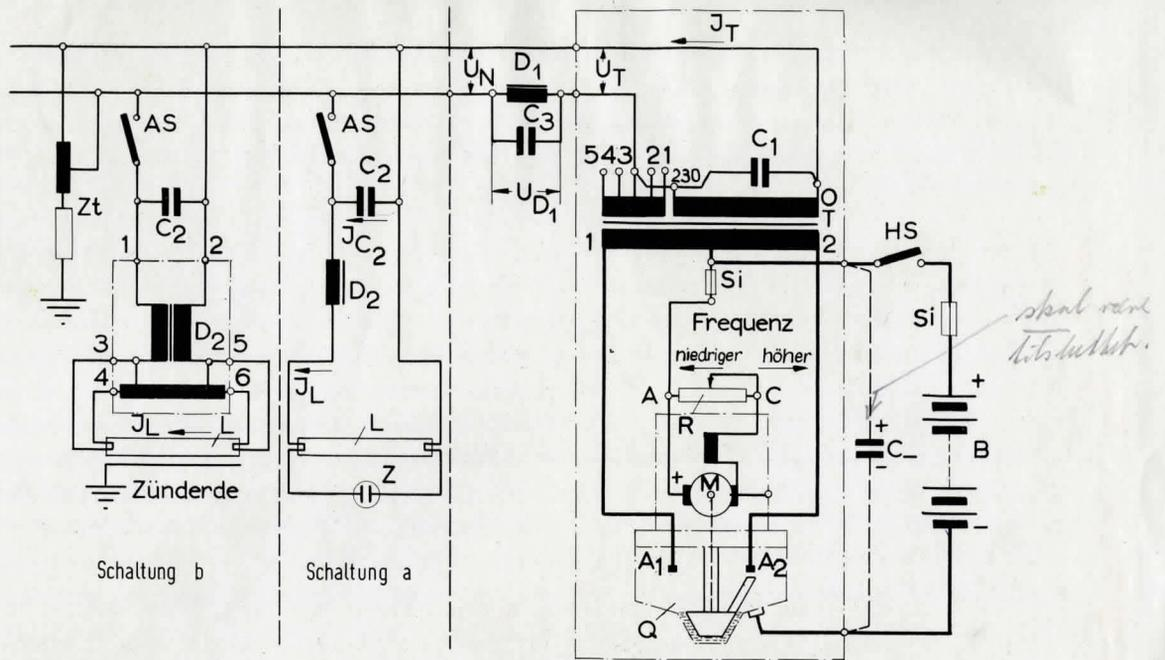

Bild 2, Schaltbild des Turbowechselrichters mit Leuchtstofflampen
a) Schaltung von Leuchtstofflampenanlagen (s. Bild 2)
Der Funkenlöschkondensator C_1 ist (siehe Bild 2) an die Klemmen 0 und 230 an der Ausgangsseite des Transformators angeschlossen und wird fabrikmäßig mit dem Gerät mitgeliefert. Nach einer etwaigen stattgefundenen Überholung des Gerätes darf es nicht ohne diesen Kondensator in Betrieb genommen werden, da andernfalls der Transformator beschädigt wird. Er wird so bestimmt, daß die Gleichstromaufnahme bei Leerlauf ein Minimum erreicht. Er setzt voraus, daß die Lampenschaltung mit dem Siebkondensator C_3 parallel zur Siebdrossel D_1 ausgerüstet ist. Da der Siebkondensator C_3 mit den Kompensationskondensatoren C_2 in Reihe liegt, erhöht bzw. vermindert sich die als Löschkondensator (C_1) wirksame Kapazität mit der Zuschaltung bzw. Abschaltung von Leuchtstofflampen.
Wie aus Bild 2 ersichtlich ist, besteht die Sekundärwicklung des Transformators aus einer Grundwicklung (0-230), an der Funkenlöschkondensator C_1 angeschlossen ist, und aus einer Zusatzwicklung mit der Bezeichnung 1, 2, 3, 4, 5, die sich auf die abgegebene Zusatzspannung von etwa je 10 Volt pro Anzapfung bezieht.
Bei der Anschaltung von Leuchtstofflampenanlagen mit Vorschaltgeräten, die für eine normale Netzspannung von 220 Volt ausgelegt sind, wird die in Bild 2 gezeigte Schaltung der der Sekundärwicklung verwendet.